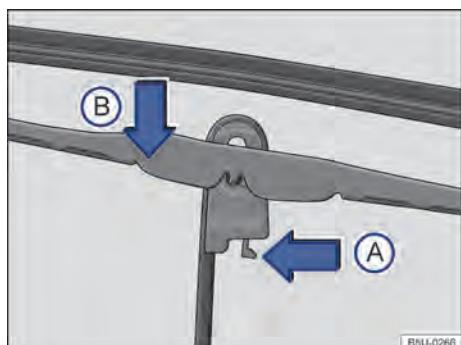

Fig. 148 Substituir as palhetas dos limpadores do para-brisa.
- Colocar a palheta em uma posição perpendicular em relação ao braço → Fig. 148.
- Apertar a trava de segurança no sentido da seta ④.
- Desencaixar a palheta no sentido da seta ⑤, deslocar no sentido oposto ao braço do limpador e remover no sentido oposto ao da seta ⑥.